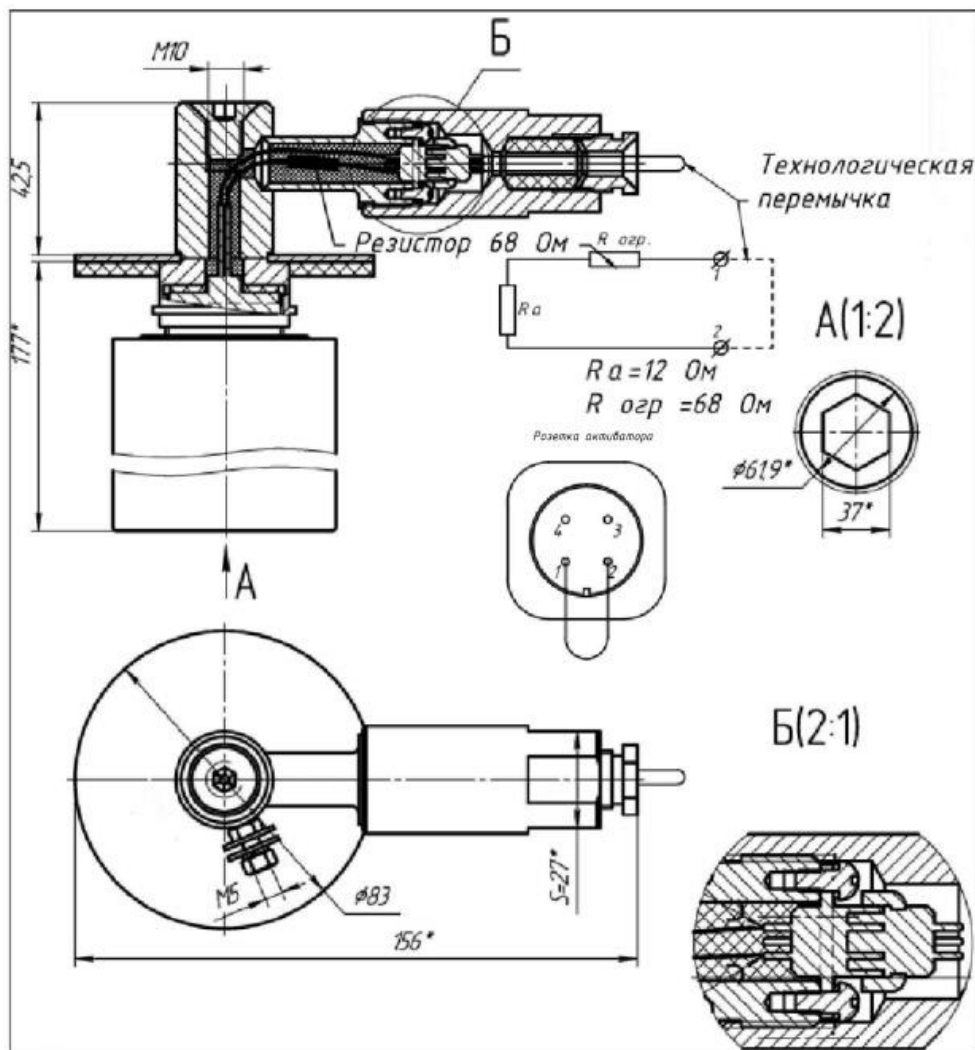

Рис. 2. Чертеж средств взрывозащиты модуля «ТРВ-Гарант»-14,5-ГЗ-ВД во взрывозащищенном исполнении.
4.5 Взрывозащищенность модуля (рис. 2) пожаротушения тонкораспыленной водой достигается применением вида «искробезопасная электрическая цепь» по ГОСТ 31610.11-2014 и соблюдением особых условий безопасной эксплуатации, а также выполнением общих технических требований к взрывозащищенному электрооборудованию ГОСТ 31610.0-2019.